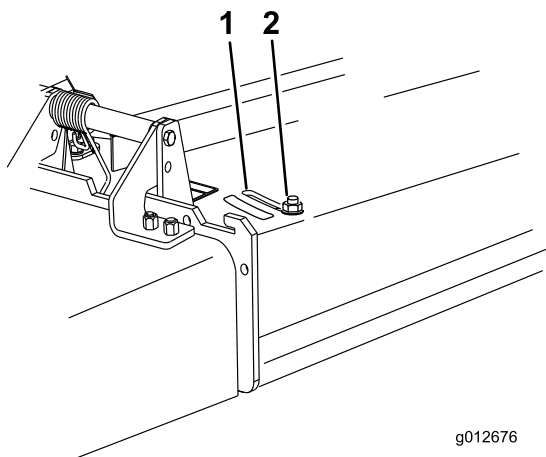

Bild 17
- Lösen Sie die Mutter, um das Ablenklech einzustellen (Bild 17).